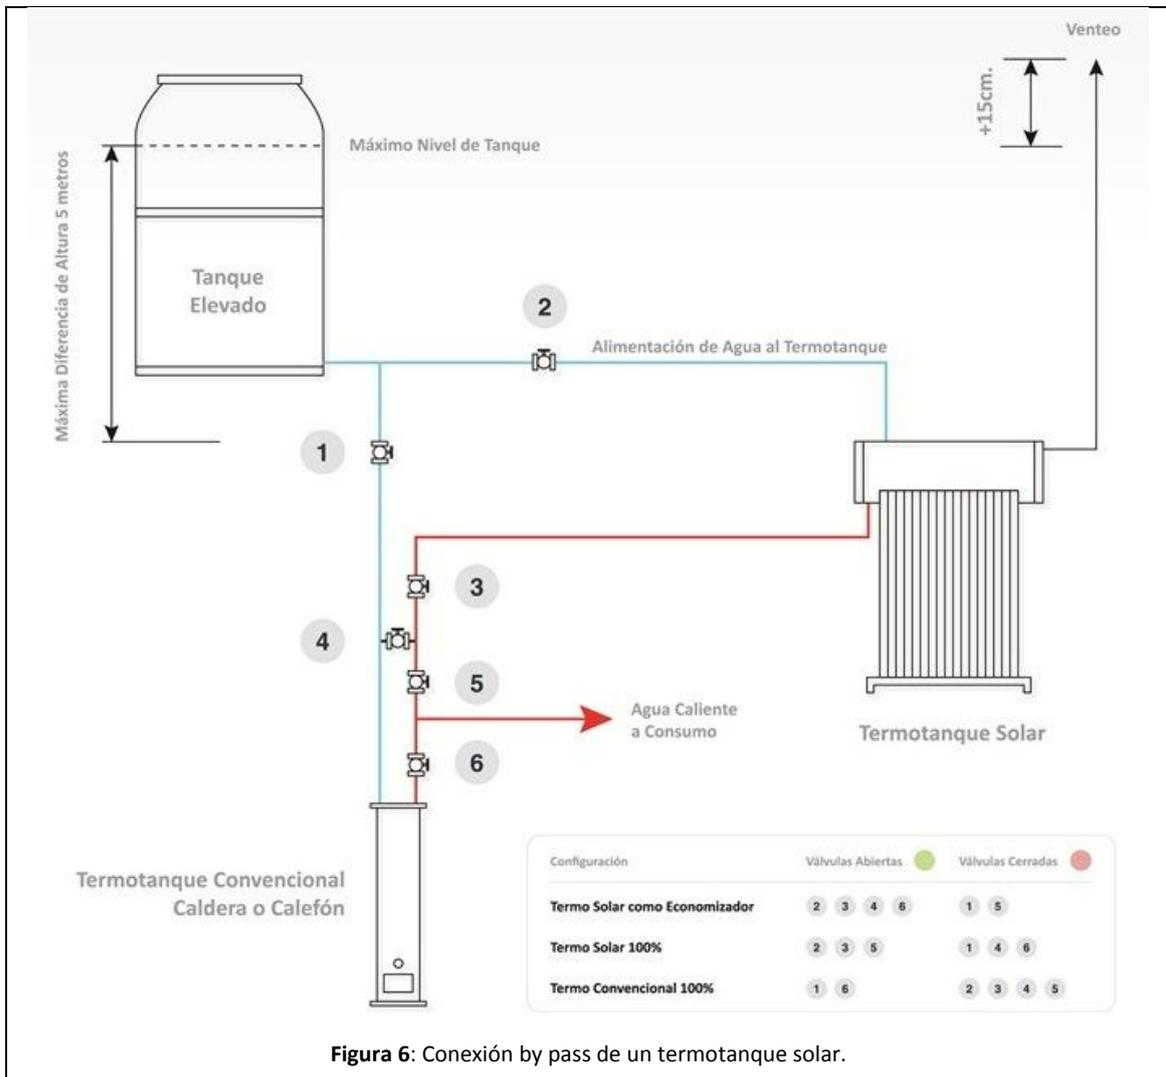

Figura 6: Conexión by pass de un termotanque solar.
- Para evitar pérdidas el equipo debe funcionar a presiones menores a 0.5 Kg/cm2, (considere que 1 m de columna de agua son 0,1Kg/cm2, es decir no se deben superar los 5 metros por encima del tanque del termotanque. Véase la **Figura 6**).